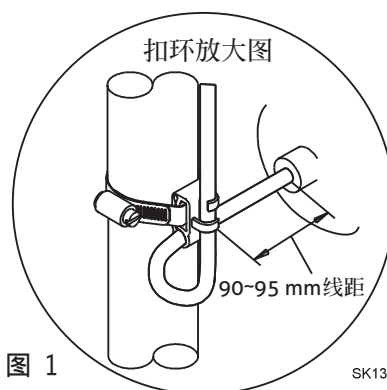

图 1
- 如图1，将电缆线置入塑胶扣环。
- 如图1，将金属管束调整至所需位置并固定于水管上。